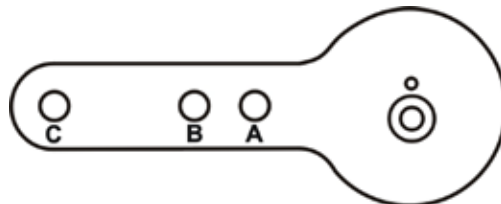

図16 - モデル 87/88 マルチスプリングアクチュエータ用レバー
3. バルブのストロークに合わせて、取り付け穴A、B、C、Dを選択します。例えば、45ページの 図16に、1.0"ストロークのサイズ10アクチュエーターの穴Bが示されています。特に指定がない限り、SVI II APの取り付けはアクチュエーターが通常の直立位置にあることを前提としています。アクチュエーターを直立させた状態で、アクチュエーターに対して、取付ブラケットのスロット開口部の取付穴が左側になるようにしてください。
6. 図のように、1/4 - 20x1 "のキャップネジとナットを使用して、右側のねじロッドエンドをSVI II APレバーに取り付けます。使用するレバー穴の位置は、バルブのストロークによって異なります。45ページの 図16、および46ページの 表6「レシプロバルブリンケージの選択」を参照してください。